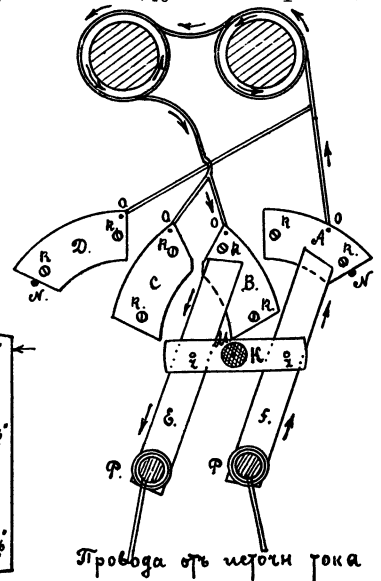
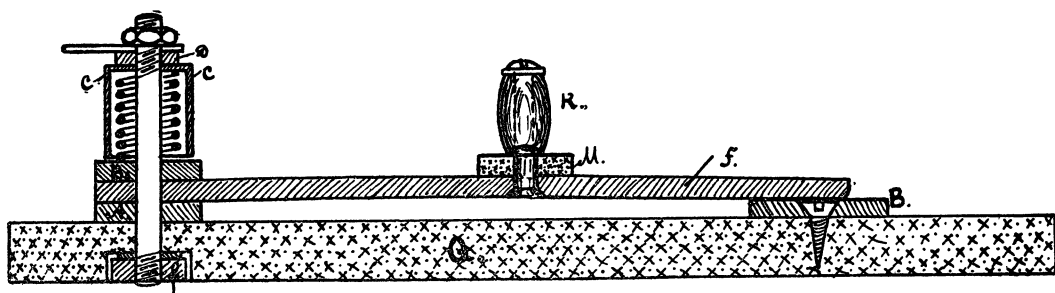

Рис. 4.
Рис. 5.
сихъ направленіе питающаго цѣпь тока, дѣлается изъ мѣди же, или латуни, тоже въ $\frac{1}{8} - \frac{3}{16}''$ толщиной и шириною около $\frac{1}{2}''$. (E—F) Ихъ нижнія плоскости въ концахъ, которыми онѣ соприкасаются съ секторами, должны быть тщательно опилены, чтобы было больше точекъ соприкосновенія (рис. 4—SF). Въ противоположныхъ концахъ просверливаются дырочки въ $\frac{3}{16}''$ для прохода
зажимныхъ болтовъ. Сами пластинки изгибаются по дугѣ весьма большой окружности (рис. 4). Подъ нихъ подкладываются въ мѣстахъ закрѣпленія круглыя шайбы такой же толщины, какъ и сектора (A). Сверху пластинокъ, опять же, накладываются шайбы (B), которыми онѣ и прижимаются къ секторамъ (рис. 5).